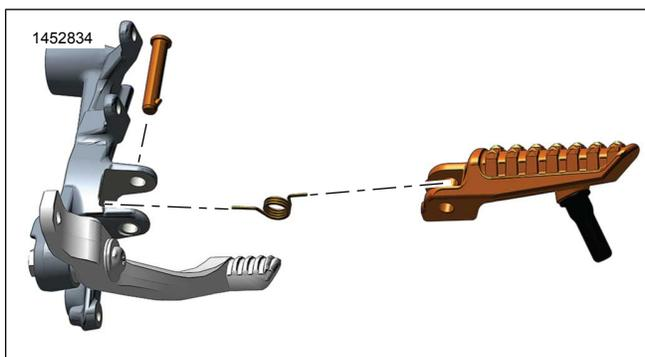
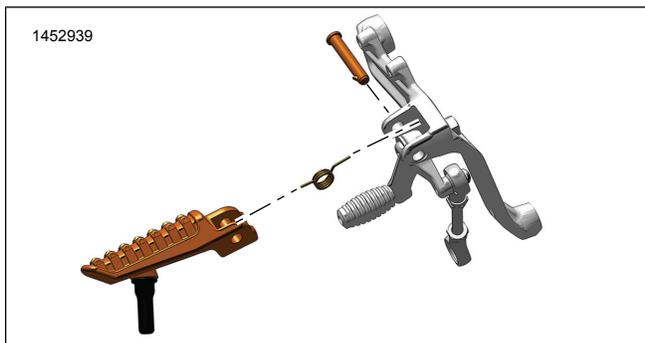

Figura 3. Taco apoyapiés - motociclista - derecho
Figura 4. Taco apoyapiés - motociclista - izquierdo
- a. Cubra la zona del resorte de retorno (B) del conjunto del taco apoyapiés con un paño de taller.
- b. Consultar Figura 3 o Figura 4 . Hale del conjunto del taco apoyapiés hacia afuera y retírelo de la pieza de soporte.